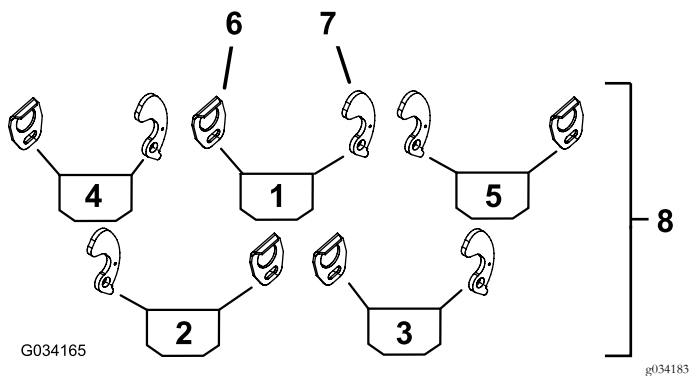
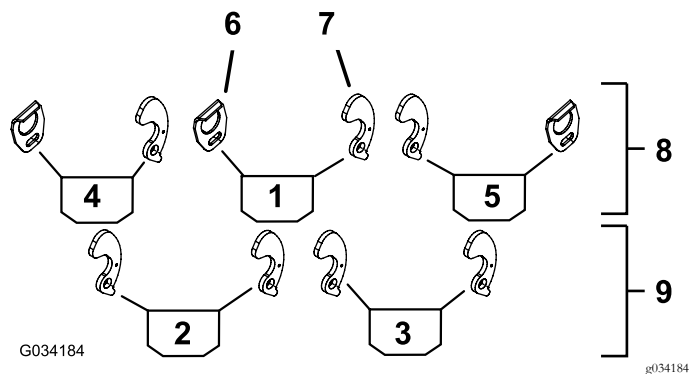

Рисунок 3
Рисунок 4
- Используйте Рисунок 3 или Рисунок 4 для определения мест, где необходимо установить направляющие (красные) или кронштейны (черные) корзины на несущие рамы.
Примечание: Рисунок 3 относится к Reelmaster серий 5210/5410/5510/5610. Рисунок 4 относится к Reelmaster серий 3550 и 5010-Н.
3. Установите направляющую корзины на соответствующую сторону каждой несущей рамы (Рисунок 3) и закрепите при помощи болта (5/16 x